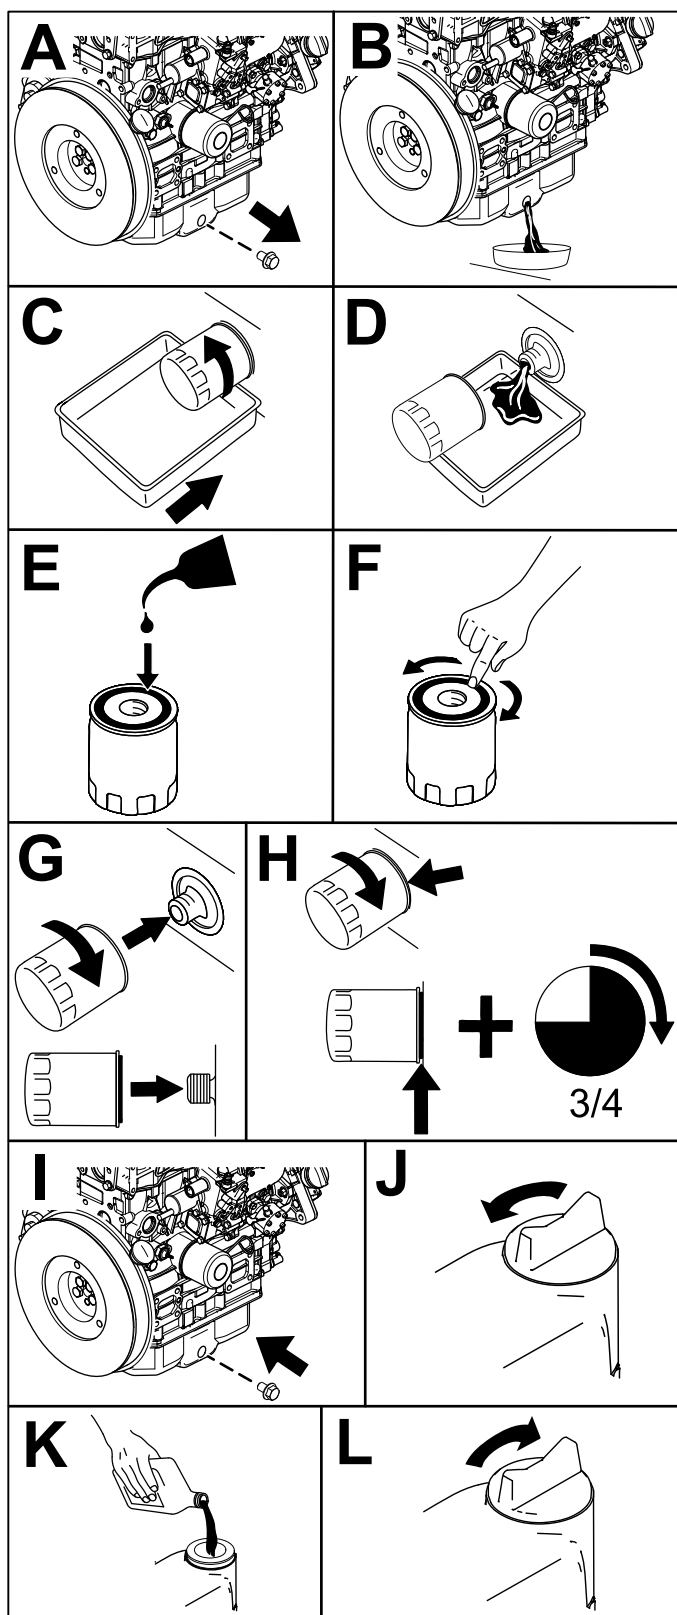

Figura 63
6. Substitua o óleo do motor e o filtro do óleo como se mostra na Figura 63.